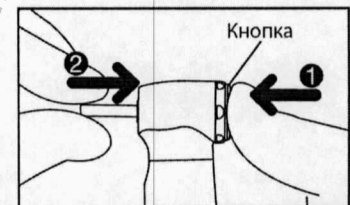

Рис. 2
- 2) Нажмите кнопку цанги и вставьте бор до упора (Рис. 2).